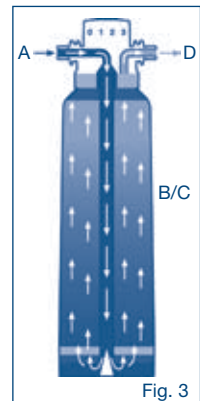

Fig. 3
Het ongezuiverde water (A) stroomt naar de filterpatroon (afb. 3). In gedeelte (B) worden deeltjes via een voorfilter verwijderd en geur- en smaakstoffen, bijv. chloor, worden met actief koolstof verwijderd (C).
① AANWIJZING